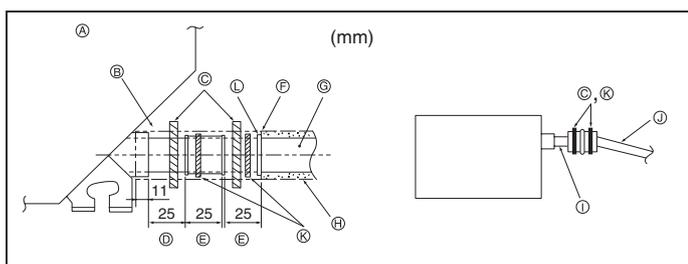

Fig. 3-5
- ① O.D. ø38 PVC Rohr für Sammelrohrleitung. (9 mm Isolierung oder mehr)
- ② Bis zu 85 cm
1. Die Abblaufmuffe (mit der Anlage geliefert) an den Dränageauslaß anschließen. (Fig. 3-5) (Das Rohr mit PVC-Kleber ankleben und dann mit einem Band sichern.)